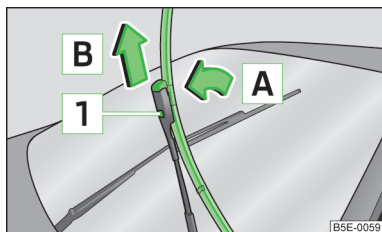

Fig. 39
- > Ridicați brațul ștergătorului de pe geam » fig. 39.